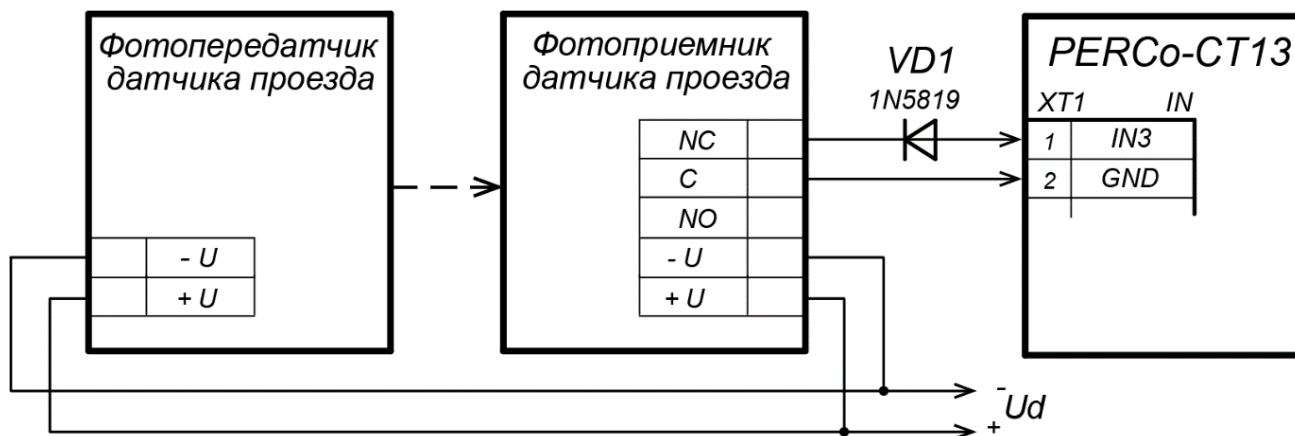

Рисунок 20. Пример схемы подключения датчика проезда
3. Датчик проезда подключается к клеммной колодке **XT1** нижней платы контроллера согласно схеме, представленной на рис. 20. Для подключения используйте тип кабеля №4 (см. табл. 5). При подключении нескольких датчиков их выходы включаются последовательно.